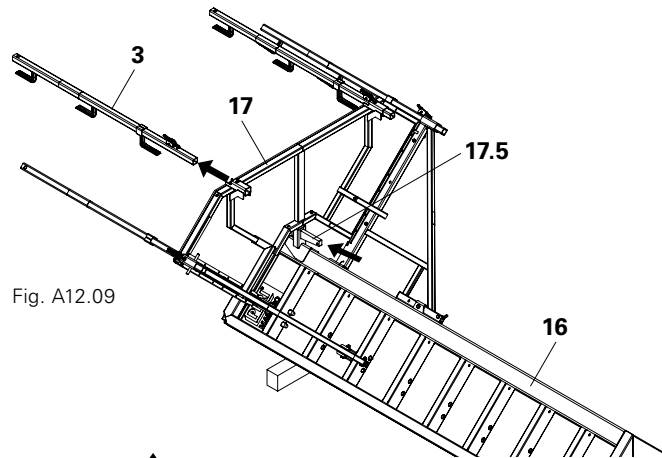

Fig. A12.09
1. Détacher le platelage d'angle extérieur MXK en frappant par en bas avec un marteau sur le coin de serrage (17.5). (Fig. A12.09)
2. Enlever tous les montants MXK (3).
3. Détacher le platelage d'angle extérieur MXK(17) des consoles MXK (1) en le soulevant.